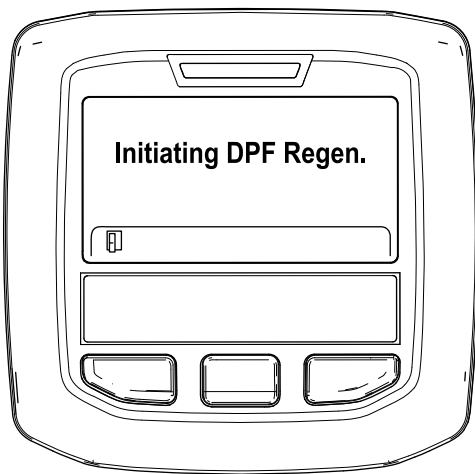

Figura 42
- A. Se muestra el mensaje "Initiating DPF Regen." (Iniciando regeneración de DPF) (Figura 42).